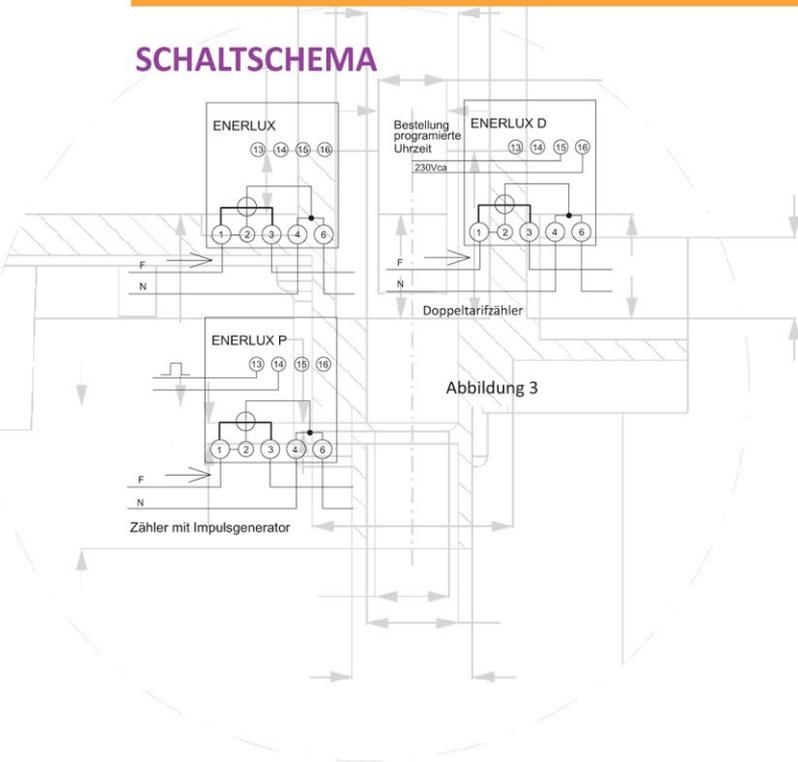

Abbildung 3
- Schaltplan: LLNN, laut Bild 3